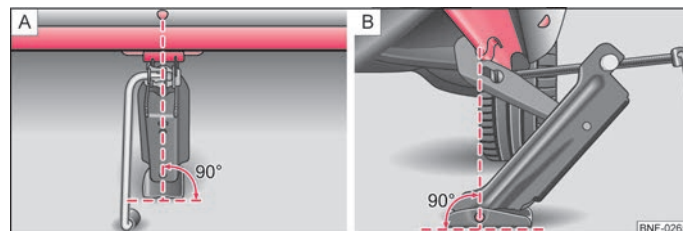

Fig. 107 Sådan sættes donkraften på.
- Sæt donkraften på, så dens griber får fat i kanten ⇒ Fig. 107 – B under markeringen i panelets side.
- Sørg for, at donkraftens bundplade står på et lige underlag med hele fladen, og at den befinder sig i lodret position ⇒ Fig. 107 i forhold til det sted, hvor griberen tager fat i kanten.